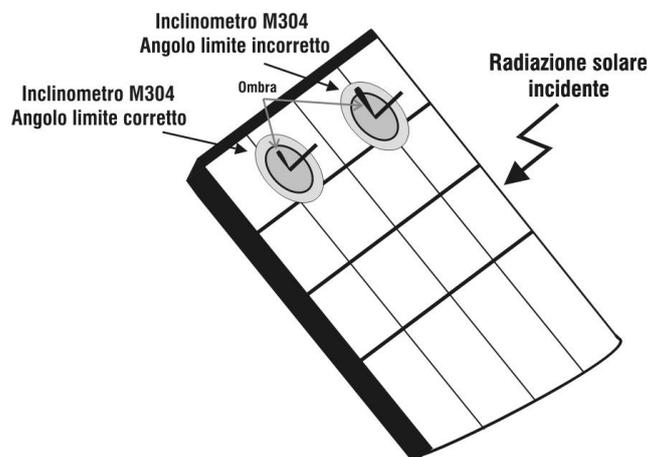

Fig. 8: Colocação do inclinómetro M304
17. Montar a haste no disco do acessório M304 (inclinómetro) fornecido e mantê-la apoiada na superfície do painel. **Verificar se a sombra da haste projetada no disco cai dentro do “círculo concêntrico limite” interior ao referido disco (ver Fig. 8). Caso contrário, o ângulo entre os raios solares e a superfície do painel é muito elevado e, portanto, as medições efetuadas pelo instrumento NÃO se podem considerar fiáveis. Repetir as operações noutros momentos do dia.**